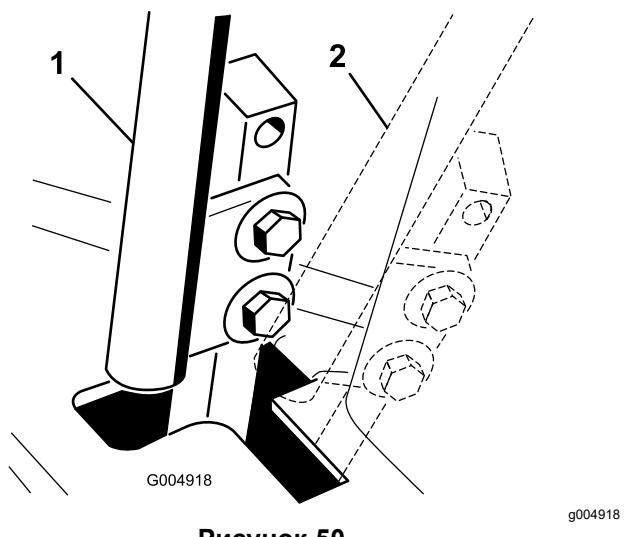

Рисунок 50
| 1. Болт | 4. Переведите рычаг управления в НЕЙТРАЛЬНОЕ, но не фиксируемое положение (Рисунок 50). |
6. Проверьте положение рычага управления относительно выемки в консоли (Рисунок 50).